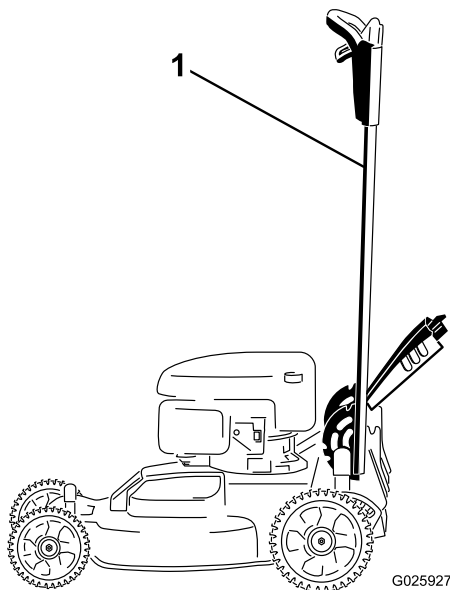

Bild 37
1. Arretieren Sie den Holm in der vertikalen Stellung (Bild 37), siehe Einstellen der Holmhöhe \(Seite 12\).